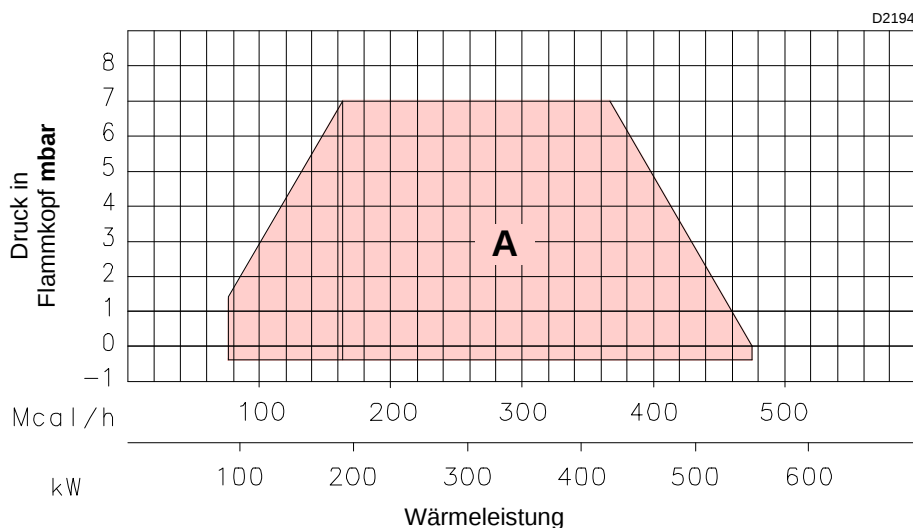

Abb. 2
- einer innerhalb des Feldes A gewählter **HÖCHSTLEISTUNG** (Abb. 2);
Der Regelbereich (Abb. 2) wurde bei einer Raumtemperatur von 20 °C, einem barometrischen Druck von 1013 mbar (etwa 0 m ü.d.M.) und wie bei auf S. 17 angegeben eingestelltem Flammkopf gemessen.